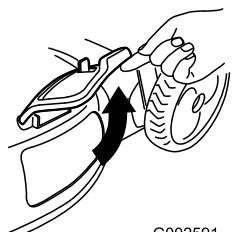

Figura 29
- Levante la puerta de descarga lateral (Figura 29).